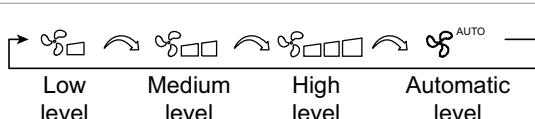

Fig. 25: Ajuste de la velocidad del ventilador
- Cada pulsación del botón FAN (Ventilador) cambia el nivel de ventilador en la secuencia mostrada en la Fig. 25.